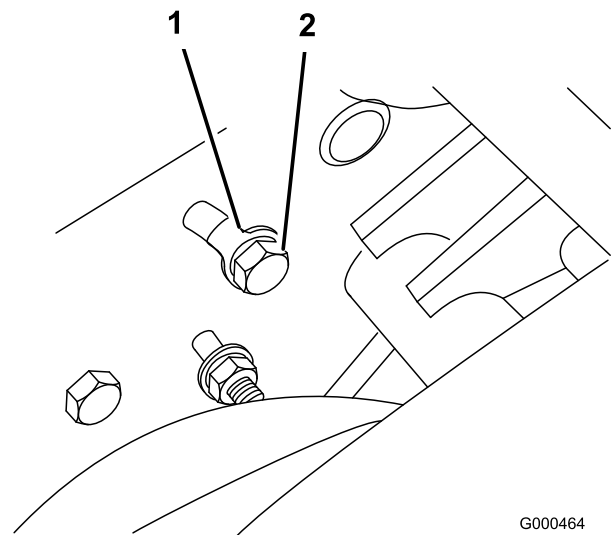

Figura 47
- A. En la parte trasera de la chapa lateral, afloje el perno que fija el soporte de la polea tensora a la chapa lateral (Figura 47).